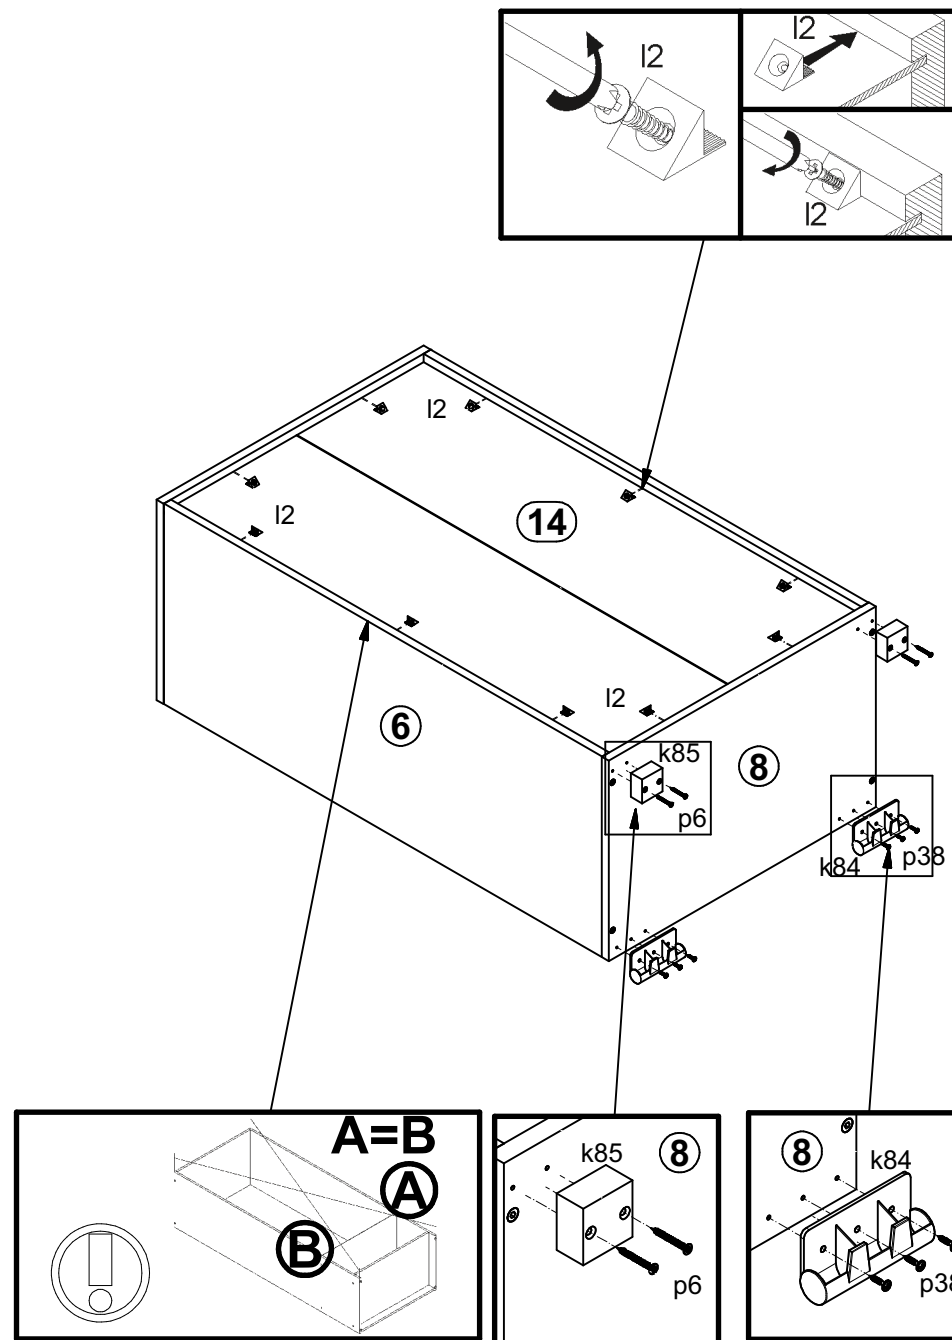

Рисунок 5
4.9. Положить корпус комода фасадными кромками вниз на ровную поверхность и выровнять его, измеряя рулеткой расстояние между противоположными углами по диагонали. Расстояния должны быть равными. Закрепить стенку заднюю 14 на корпусе изделия элементами крепления задней стенки i2 (см. рис. 5).
4.10. На наружной поверхности щита нижнего 8 при помощи шурупов p6 закрепить ножки пластиковые k85 (см.рис. 5).
4.11. На наружной поверхности щита нижнего 8 при помощи шурупов p38 закрепить ножки пластиковые k84 (см.рис. 5).